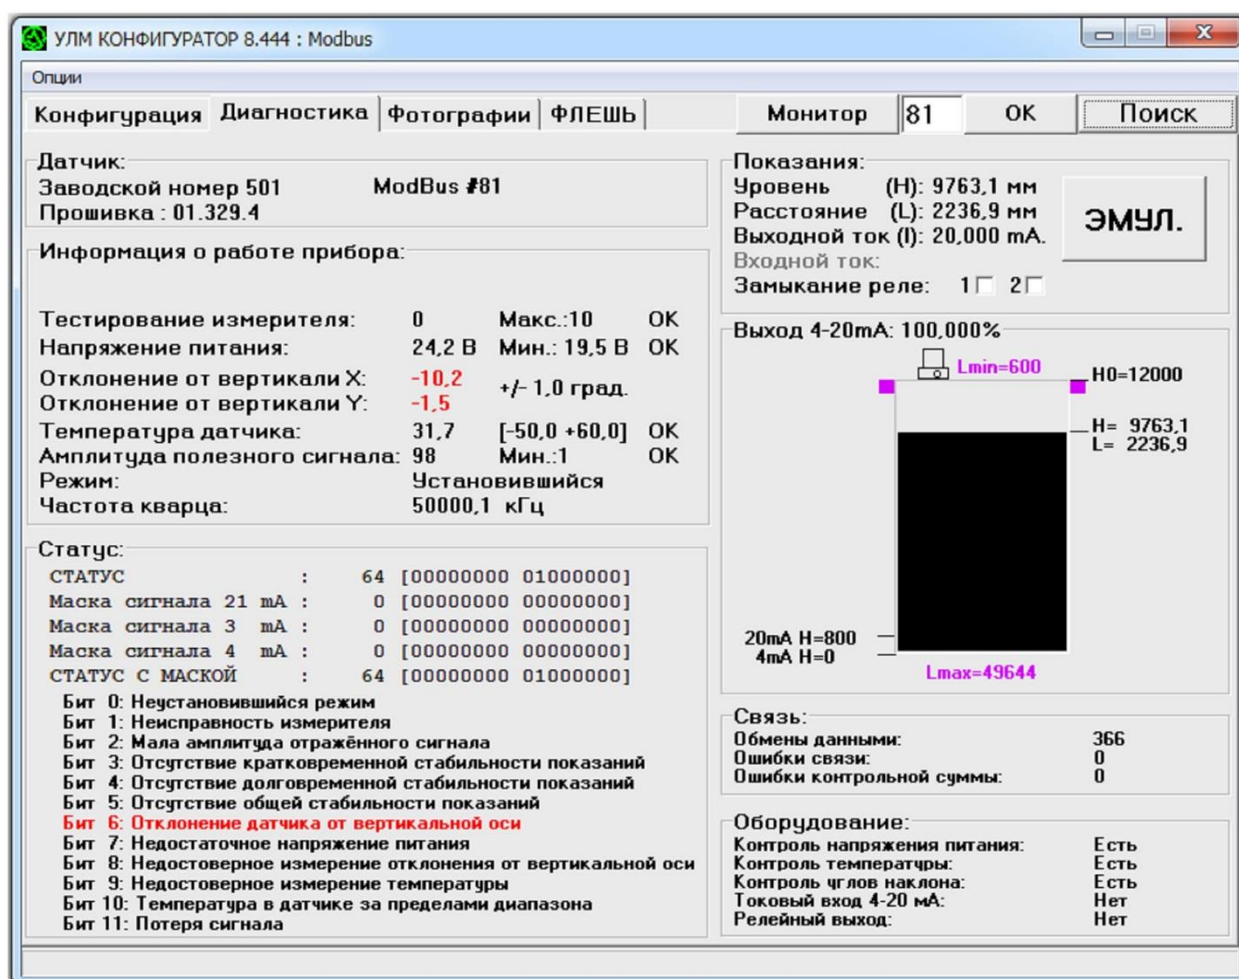

Рис. 7.1 Внешний вид вкладки «Диагностика»
Программное обеспечение «Конфигуратор» на вкладке «Диагностика» рис.7.1 содержит в себе основную информацию о работе уровнемера. Визуально она разделена на семь панелей, в которых отображаются показатели работы прибора. Большинство строк выводится чёрным шрифтом; красным выводятся показатели, выходящие за допустимые критерии или рекомендованные состояния; серым выводятся строки, заполнить которые нечем, т.к. данная модификация уровнемера аппаратно или программно не позволяет контролировать соответствующий параметр.
3. Панель «Статус» Содержит всё, что касается статуса текущего измерения. Вверху в пять строк выводятся Статус измерения, маски аварийных токовых сигналов и статус измерения с маской пользователя (подробнее - Конфигурирование маски статуса и аварийных токовых сигналов –«Конфигуратор-Руководство пользователя»). Значения регистров представлены в десятичном виде и в квадратных скобках в двоичном. Например, на рис.7.1, в статусном регистре 6-й бит (считая с нулевого) равен единице, следовательно значение регистра в десятичной системе счисления равно $2^6 = 64$.
Ниже идёт побитовая расшифровка аварийных ситуаций. На рис.7.1 видно, что присутствует отклонение установленного уровнемера от вертикальной оси (6-й бит выведены красным).